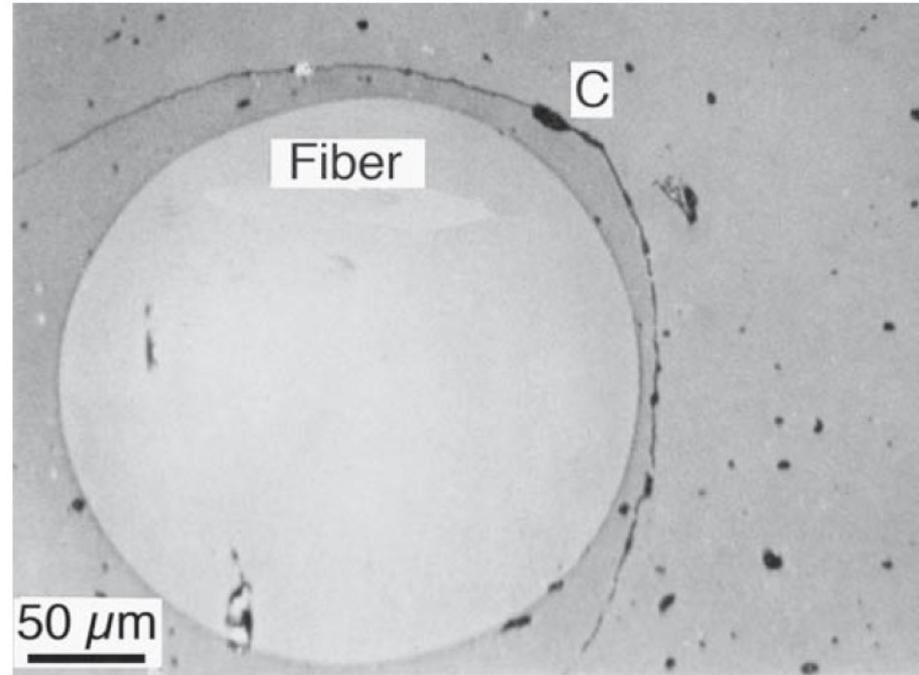

FIGURE 18.21 SEM image showing crack propagation around a saphikon (Al_2O_3) fiber in a calcium aluminosilicate (CAS) glass-ceramic.
- aumento da razão entre as energias de superfície da fibra e da interface γ_f/γ_i (quando a energia da de superfície da interface (γ_i) é menor, a trinca passa ao redor da fibra (Fig. 18.21 no slide a seguir)).